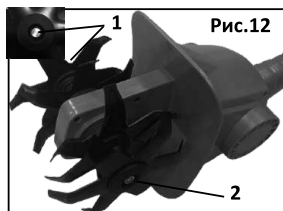

Рис.12
- Крепко зажмите гайку (1) подходящим гаечным ключом и ослабьте шестигранный болт (2) против часовой стрелки подходящим торцевым ключом, а затем снимите их и уберите в безопасное место, чтобы избежать потери (Рис.12).